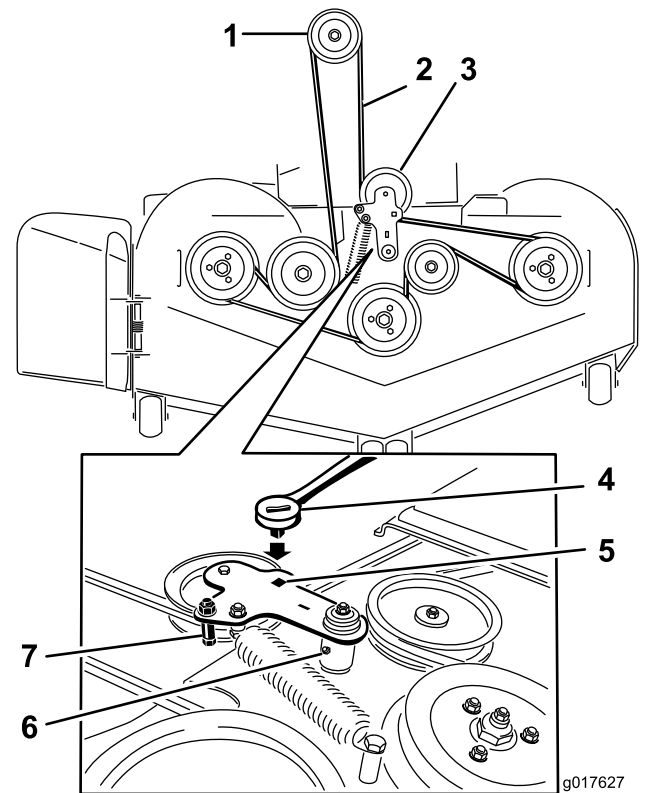

Figura 57
5. Utilice una llave de carraca en el taladro cuadrado del brazo tensor para aliviar la tensión del muelle tensor (Figura 57).
7. Instale la guía de la correa en el brazo tensor tensado con muelle (Figura 57).
9. Pase la correa nueva alrededor de las poleas del cortacésped y de la polea del embrague, debajo del motor (Figura 57).
10. Instale la guía de la correa en el brazo tensor (Figura 57).
11. Utilizando la llave de carraca en el taladro cuadrado, instale el muelle tensor (Figura 57).